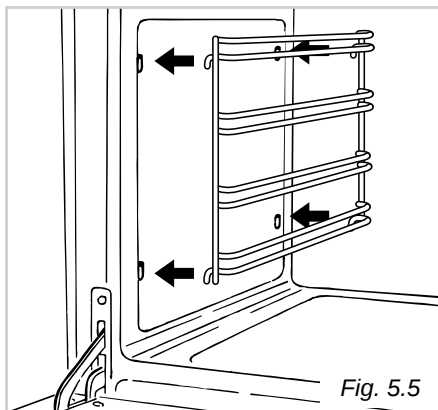

Fig. 5.5
- Agganciare i telai laterali ai fori delle pareti laterali dell'interno del forno (Fig. 5.5)